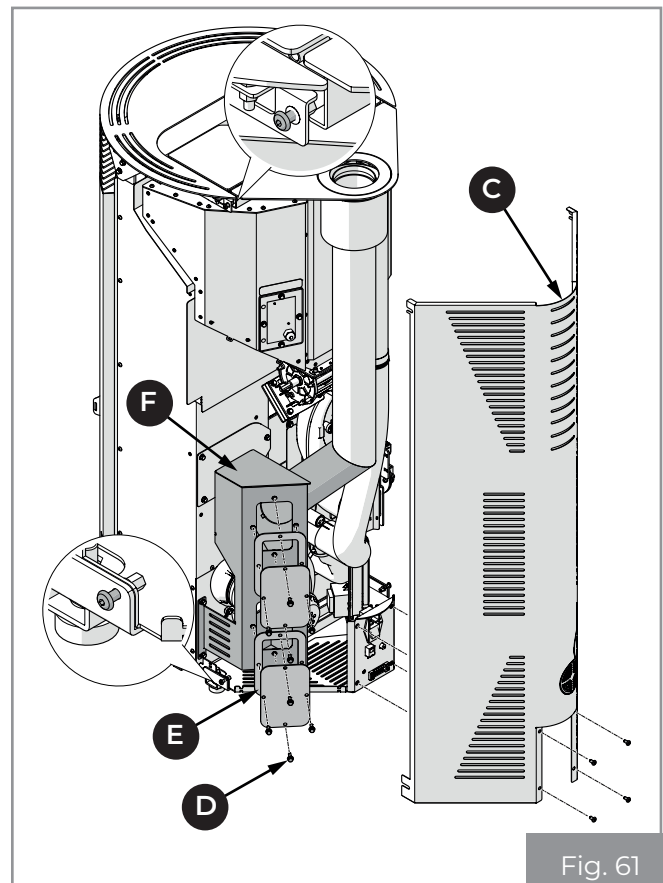

Fig. 61
- Smontare lo schienale della stufa (C) (Fig. 61).
- Svitare le viti (D) e rimuovere i tappi (E) per accedere al collettore fumi (F).